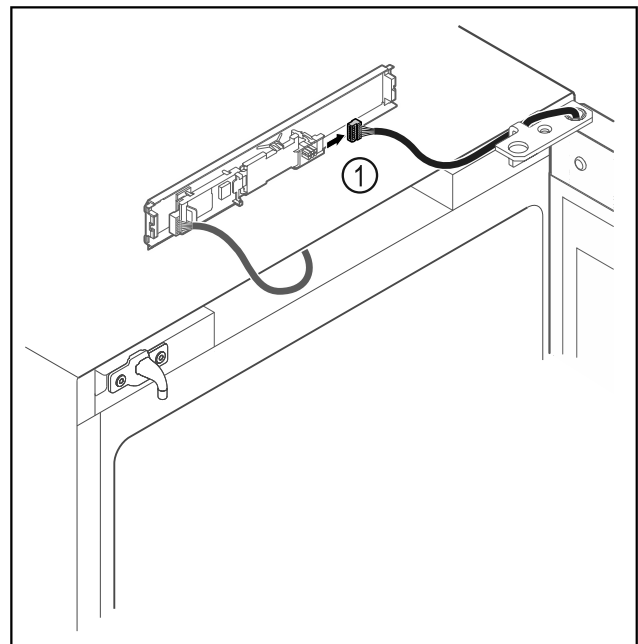

Fig. 13
- ▶ Витягнути штекер Fig. 13 (1) з плити.